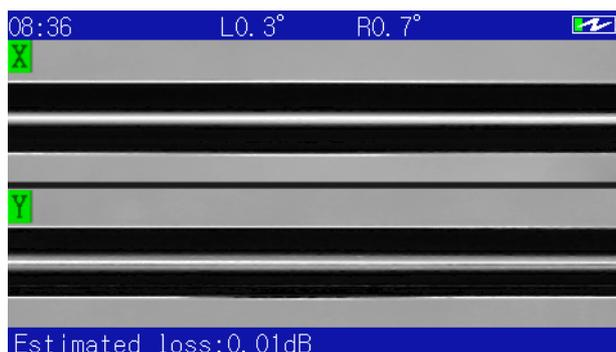

Рис.7-5 Оценка потерь
- д) Нажмите  для завершения сварки и оценки потерь при сращивании, как показано на рис. 7-5 и 7-6.